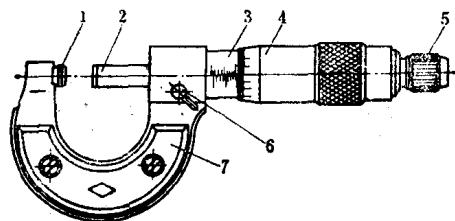

图1-40 外径千分尺
1) 外径千分尺 见图 1-40 所示，它有各种规格，主要用于测量外圆、孔距及校正某些量具尺寸。